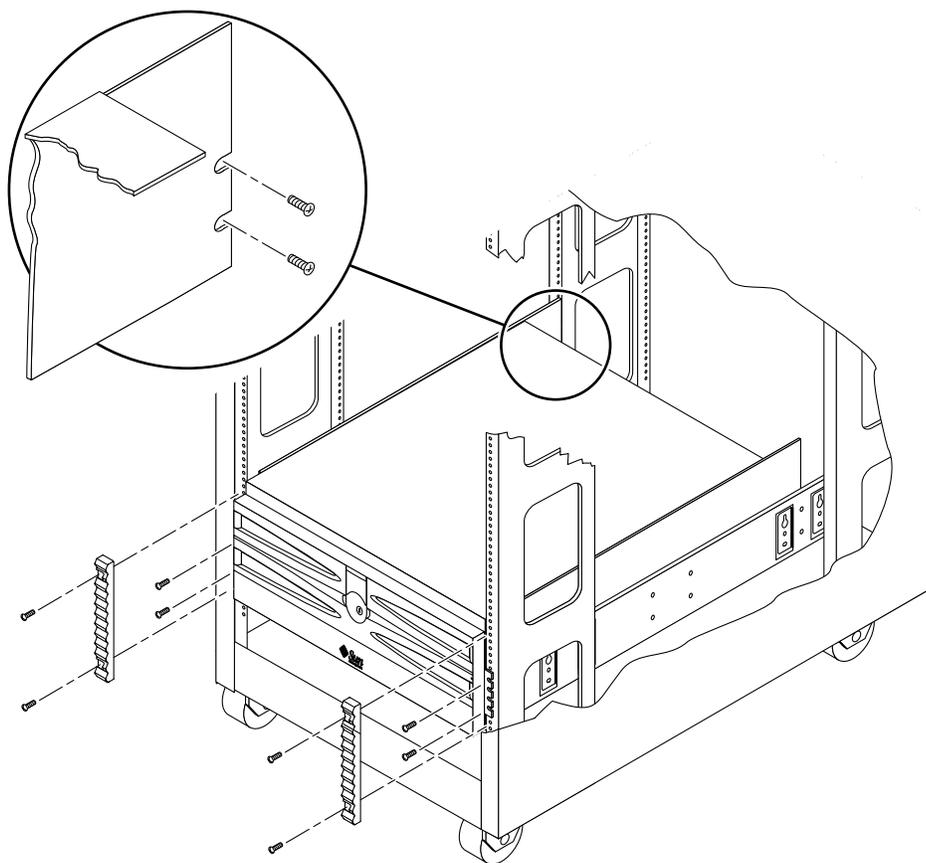

図 7 キャビネットにトレーおよびトリムストリップを固定するねじの取り付け
6. 指定されたねじ穴に 2 本の 10-32×1/2 インチねじを挿入して締めて、トレーの背面とキャビネットの背面側にある取り付けレールを固定します (図 7)。
7. 2本の 10-32×1/2 インチねじを挿入して締めて、トレーの正面とキャビネットの正面側にある取り付けレールを固定します (図 7)。